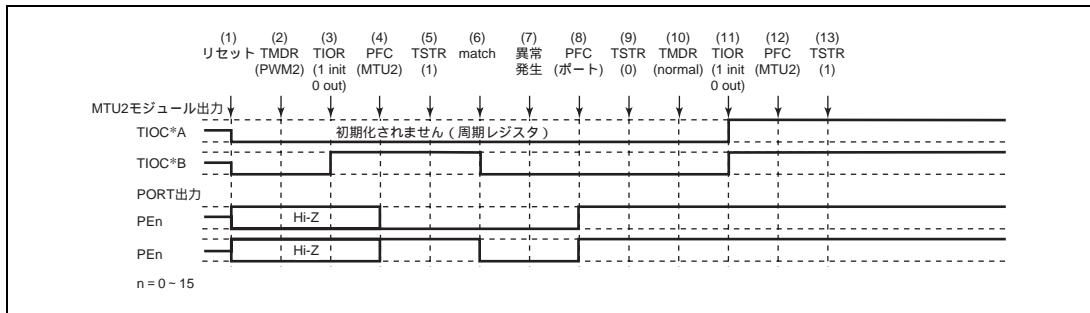

図 10.150 PWM モード 2 で異常が発生し、ノーマルモードで復帰する場合
PWM モード 2 で異常が発生し、再設定後ノーマルモードで再スタートする場合の説明図を図 10.150 に示します。
(1) ~ (9) は図 10.150 と共通です。
(10) PWM モード 1 を設定します。
(11) TIOR で端子を初期化してください (PWM モード 1 では TIOC*B 側は初期化されません)。
(12) PFC で MTU2 出力としてください。
(13) TSTR で再スタートします。
(15) PWM モード 2 で動作中に異常が発生し、PWM モード 2 で再スタートする場合の動作
(10) PWM モード 2 で再スタートする場合には必要ありません。
(11) TIOR で端子を初期化してください (PWM モード 2 では周期レジスタの端子は初期化されません)。
(16) PWM モード 2 で動作中に異常が発生し、位相計数モードで再スタートする場合の動作
(10) 位相計数モードを設定します。
(11) TIOR で端子を初期化してください。
(17) 位相計数モードで動作中に異常が発生し、ノーマルモードで再スタートする場合の動作